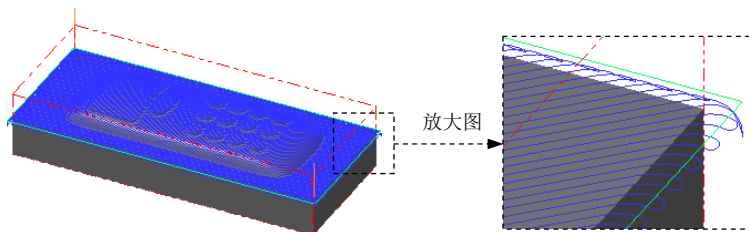

图 24.14 刀具路径
(1) 设置曲面参数。在“曲面精加工平行铣削”对话框中单击 **曲面参数** 选项卡，在 **预留量** 文本框中输入值 0.3。
(2) 设置精加工平行铣削参数。在“曲面精加工平行铣削”对话框中单击 **精加工平行铣削参数** 选项卡，然后在 **大切屑间距 (M)** 文本框中输入值 1.0，在 **加工方式** 文本框中输入值 45。
(3) 在“曲面精加工平行铣削”对话框中单击 **间隙设置 (G)...** 按钮，在 **位移小于允许间隙时，不提刀** 下面的下拉列表中选择 **平滑** 选项，然后单击 **✓** 按钮。
Step7. 单击“曲面精加工平行铣削”对话框中的 **✓** 按钮，同时在图形区生成图 24.14 所示的刀具路径。